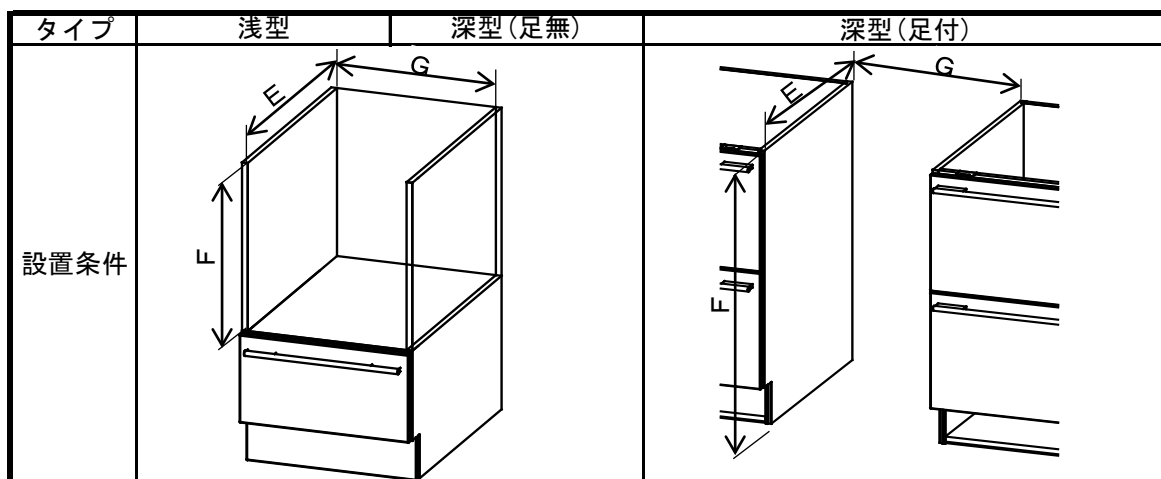

図2-食器洗い乾燥機(ビルトイン)の設置に必要なスペース
- ・キッチンにおける食器洗い乾燥機設置スペースの標準(共通)化部位を図2に、標準寸法を表2に示す。